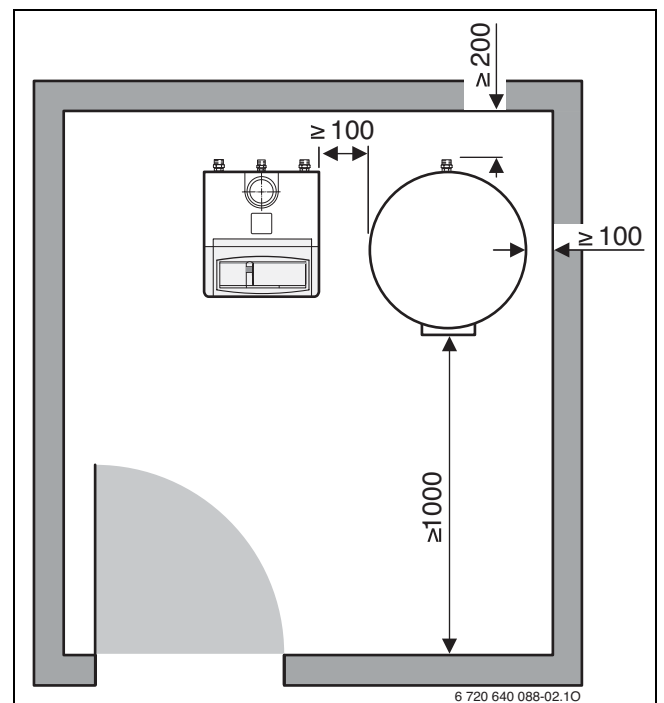

Fig. 2 Distanțe minime recomandate față de perete
- ▶ Respectați distanța minimă față de perete (→ Fig. 2, pagina 5).